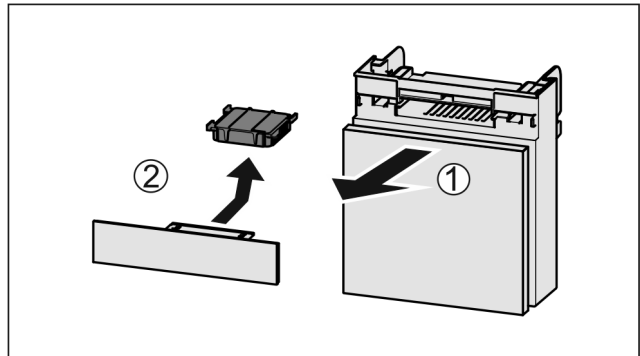

Fig. 62
- Потягніть Fig. 62 (1) відділення вперед.
- Витягнути Fig. 62 (2) фільтр з активованого вугілля.